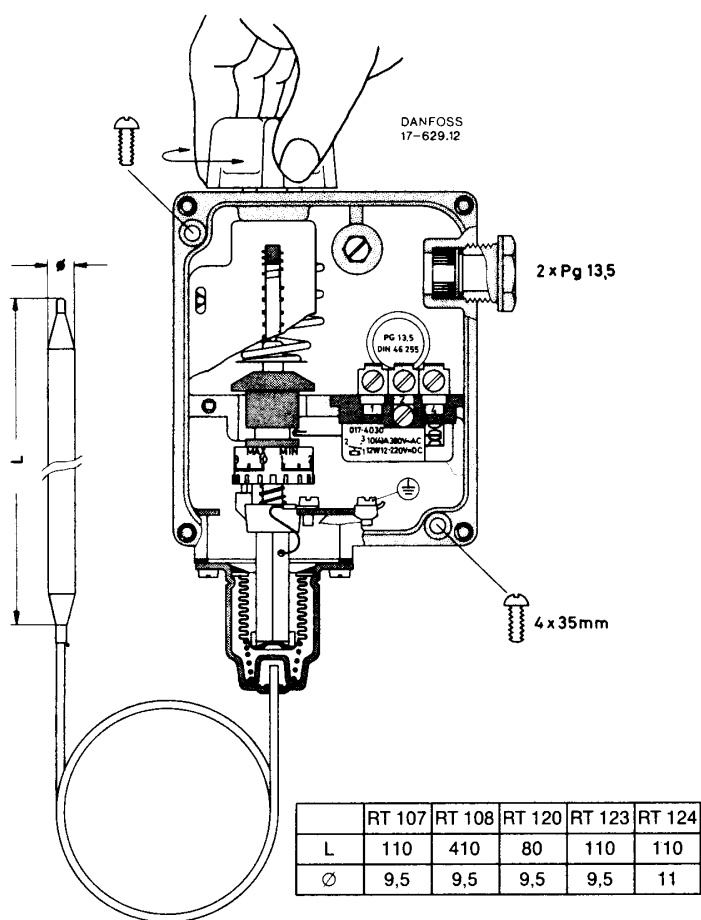

Рис. 5
### 3.5.2 ТЕРМОСТАТ DANFOSS RT 124 (РИС. 5)
- Снять крышку термостата и установить барабан на значении, выбранном для дифференциала (остановка горелки) в соответствии с диаграммой на Рис. 5а. Дифференциал суммируется на значении, зафиксированном в пункте а.
Рис. 5а